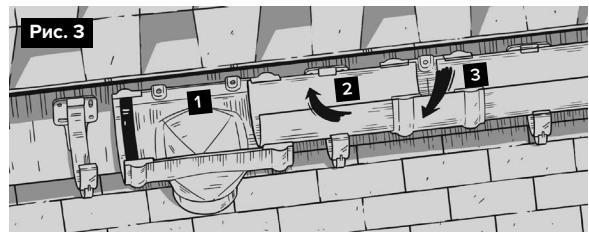

Рис. 4
**11.** Соедините трубу с воронкой используя один из способов (рис. 4).